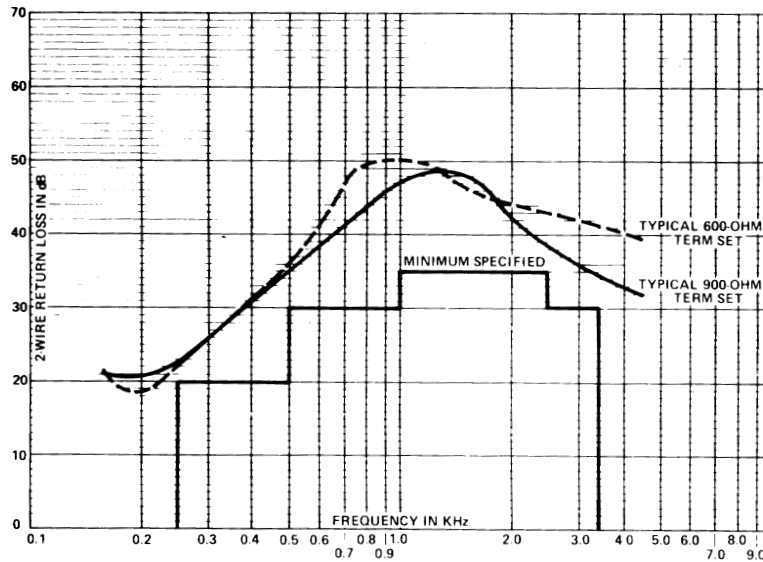

Figure 6. 2-Wire Return Loss Specification
- (d) 2-WIRE RETURN LOSS: As specified in Figure 6.